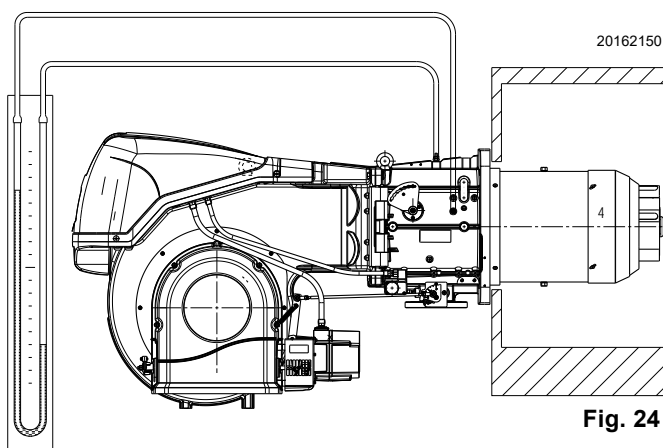

Fig. 24
- Montar un manómetro en U o un manómetro de tipo diferencial (Fig. 24), con toma (+) en la presión del gas del manguito y (-) en la cámara de combustión.
La llegada de gas al manguito puede observarse en el manómetro en U (Fig. 24).
Orientativamente, puede obtenerse consultando la Tab. I en pág. 20, basta con leer la presión del gas en el manómetro en "U", ver Fig. 24 en pág. 22, y seguir las indicaciones.